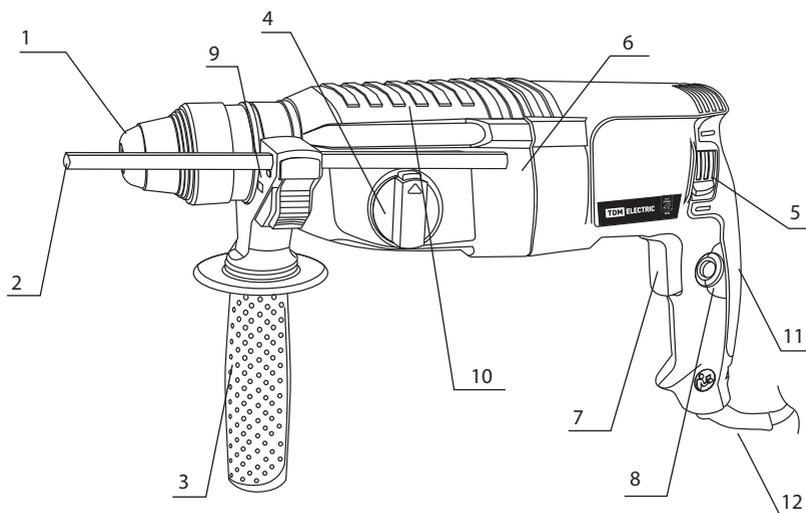

Рисунок 1. Органы управления и индикации
механизму посредством специального подшипника с качающейся наружной обоймой. Рабочий инструмент (бур, пика и др.) устанавливается и фиксируется в патроне SDS-Plus 1 (рисунок 1) с помощью хвостовика специальной формы типа SDS-Plus.
Включение перфоратора осуществляется нажатием на клавишу 7 (рисунок 1) выключателя. Кнопка 8 (рисунок 1) обеспечивает фиксацию выключателя в положении «Включено».
6.3.2. Переключение режимов работы осуществляется с помощью переключателя 4 (рисунок 1). Для выбора режима работы, необходимо нажать на кнопку с торца и повернуть переключатель 4 (рисунок 1).
нения усилия нажатия на клавишу 7 выключателя (рисунок 1). Изменять величину оборотов можно при работающем двигателе.
6.4.2. Перфоратор также имеет возможность изменения направления вращения инструмента на противоположное с помощью переключателя 5 (рисунок 1).
Бур с хвостовиком типа SDS-Plus вставить в отверстие патрона без усилия и слегка провернуть вокруг своей оси так, чтобы шлицы совпали с пазами хвостовика, (инструмент «западет» на 1...2 мм), затем вставить бур до упора. Специальный механизм предотвращает самопроизвольное выпадение бура из патрона. Для удаления бура наружный стакан патрона 1 (рисунок 1) отвести назад до упора, вынуть инструмент.
С помощью ограничителя глубины обработки 2 (рисунок 1) можно установить требуемую глубину сверления. Для этого ослабьте флажок фиксатора, нажав на кнопку 2 (рисунок 1), выставьте требуемый размер обработки (расстояние от вершины сверла/бура до конца ограничителя) и отпустите кнопку для фиксации глубиномера.
7.1.2. Установите, если необходимо, и надежно закрепите дополнительную рукоятку 3 (рисунок 1). Установите и надежно закрепите нужный сменный инструмент в патрон (см. подраздел 6.6. Установка сменного инструмента).
7.1.3. Убедитесь, что перфоратор выключен. Для этого нажмите до упора и отпустите клавишу выключателя 7 (рисунок 1).
7.2.1. Включение. Установите переключатель реверса **5** (рисунок 1) в нужное для конкретной работы положение, подключите вилку электрического кабеля к электрической сети, нажмите, плавно увеличивая усилие, на клавишу выключателя **7** (рисунок 1). Перфоратор включится, причем обороты двигателя будут расти по мере утапливания клавиши, режим работы с низкими оборотами и, следовательно, с пониженной мощностью двигателя, является кратковременным. Для продолжительной работы на максимальных оборотах можно зафиксировать включение, для чего необходимо после набора оборотов нажать и удерживать кнопку фиксатора **8** (рисунок 1), теперь клавишу выключателя, а затем и
7.2.2. Выключение. Просто отпустите клавишу выключателя **7** (рисунок 1) или нажмите и отпустите ее, если предварительно была нажата кнопка фиксатора **8** (рисунок 1).
8.1. Установите сменный инструмент. Проверьте правильность и надежность его закрепления. Очистите хвостовик бура и нанесите смазку для буров перед его установкой (примерно 0.5-1 г). Такая смазка хвостовика и патрона **1** (рисунок 1) обеспечивает равномерный износ и увеличивает срок службы инструмента и оснастки. Вставьте бур в патрон **1** (рисунок 1) инструмента. Поверните бур и протолкните его, пока он не зафиксируется. После установки всегда проверяйте надежность закрепления бура на месте, попытавшись вытащить его из патрона. Чтобы удалить бур из перфоратора, нажмите вниз на крышку патрона **1** (рисунок 1) и вытащите бур.
8.2. Установите дополнительную рукоятку **3** (рисунок 1). После этого затяните рукоятку путем поворота по часовой стрелке в желаемое положение. Возможна установка в любом положении при вращении на 360° вокруг корпуса инструмента. Для снятия боковой рукоятки **3** (рисунок 1) ослабьте крепление поворотом против часовой стрелки.
Глубиномер **2** (рисунок 1) удобен при сверлении/бурении отверстий одинаковой глубины. Нажмите на кнопку фиксации на рукоятке **9** (рисунок 1) и вставьте глубиномер **2** (рисунок 1) в отверстие рукоятки. Отрегулируйте глубиномер на желаемую глубину и отпустите кнопку блокировки.
Данный инструмент имеет реверсивный переключатель **5** (рисунок 1) направления вращения. Для изменения направления вращения переведите рычаг реверсивного переключателя **5** (рисунок 1) в нижнее положение для вращения по часовой стрелке или в верхнее положение для вращения против часовой стрелки.
ВНИМАНИЕ! Перед работой с перфоратором всегда проверяйте направление вращения. Пользуйтесь реверсивным переключателем **5** (рисунок 1) только после полной остановки инструмента. Изменение направления вращения до полной остановки инструмента может привести к его повреждению.